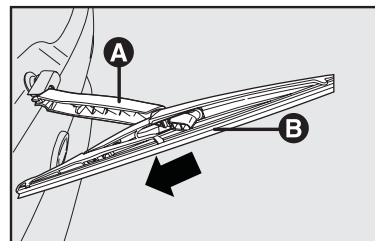

fig. 24
Sustitución de la escobilla del limpiaparabrisas - fig. 24
- 1) Levante el brazo **A**-fig. 24 del limpiaparabrisas y coloque la escobilla de manera que forme un ángulo de 90° con el mismo brazo.
- 2) Tire de la escobilla **B**-fig. 24 y empújela, en el sentido de la flecha, soltándola del brazo.